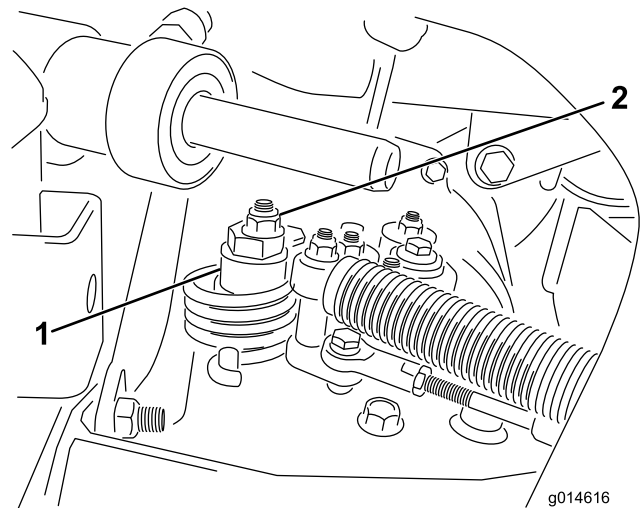

Figure 49
A. Desserrez l'écrou de fixation de l'excentrique en haut de l'hydrostat (Figure 49).
C. Tournez l'excentrique jusqu'à ce que la roue ne tourne plus dans aucune direction. Lorsque la roue arrête de tourner, serrez l'écrou pour bloquer l'excentrique et le réglage (Figure 49). Vérifiez le réglage avec la commande d'accélérateur en position Bas régime, puis Haut régime.